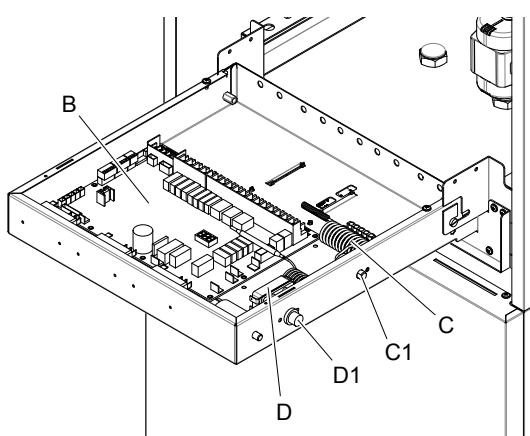

fig. 20 - vedere pe interior a tabloului electric
- B Placă hidronică electronică (fig. 20)
- C Protecție termică de siguranță pentru rezistență electrică monofazată, cu buton de resetare manuală (det. C1 fig. 20)
- D Protecție termică de siguranță pentru rezistență electrică trifazată, cu buton de resetare manuală (det. D1 fig. 20)